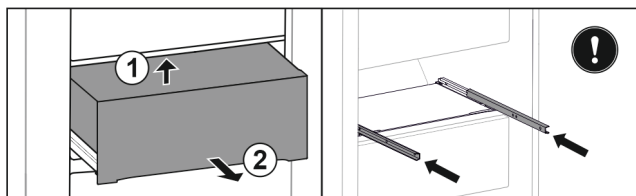

Fig. 99
- ▶ Podignite ladicu odozdo straga. Fig. 99 (1)
- ▶ Izvadite ladicu prema naprijed. Fig. 99 (2)